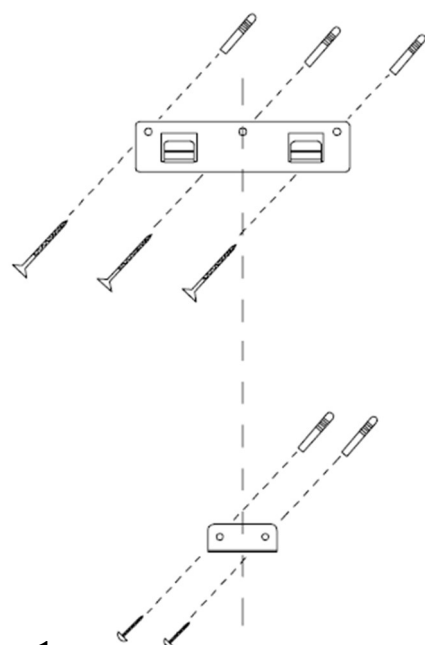

Рис.1
3. Произведите замеры, ориентируясь на расположение крепёжных отверстий на обратной стороне вытяжки, и сделайте отметки на стене для установки двух металлических скоб: сверху (на ней будет подвешена вытяжка) и снизу (для фиксации вытяжки). Для установки верхней скобы просверлите три отверстия в стене для трёх винтов ST5*50. Закрепите скобу, установив в отверстия дюбели и вкрутив винты. Для установки нижней скобы просверлите два отверстия в стене для двух винтов ST4.2x30. Закрепите скобу, установив в отверстия дюбели и вкрутив винты (см. Рис.1).